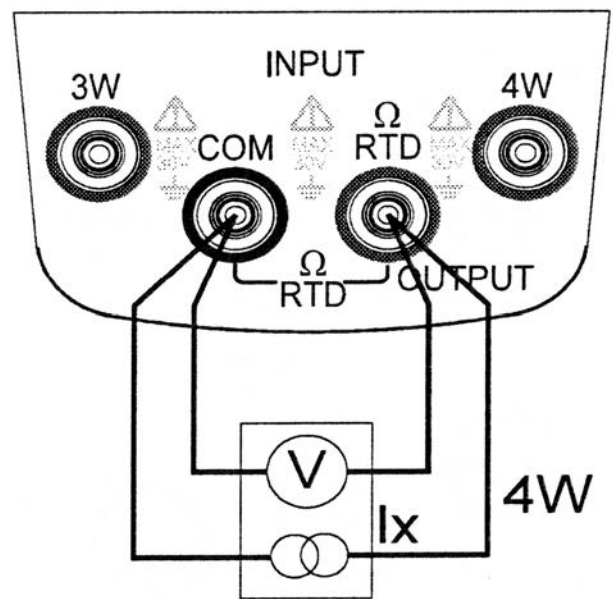

Abbildung 5-1
3. Stecken Sie ein Ende der Messleitung in den Ausgangsanschluss des Gerätes und schließen Sie das andere Ende an den Eingangsanschluss des Prüflings an wie in Abbildung 5-1 dargestellt. (Die vom Gerät bereitgestellte Messleitung kann als 4-Leister-Systemausgang nach Kundenwunsch angeschlossen werden.).